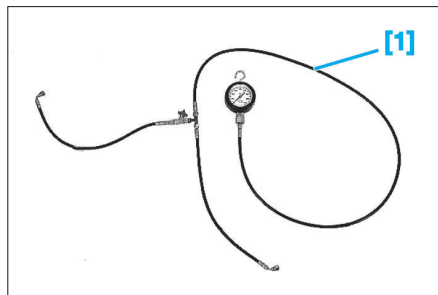

Fig. 19
- [1] Manomètre pour contrôle de pression de direction assistée (Réf. 0710) (Fig.19).